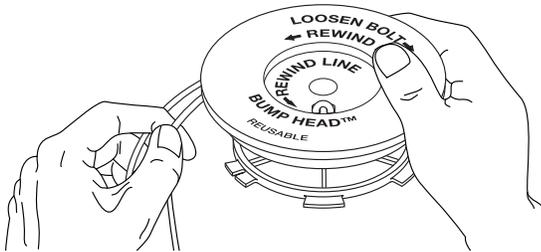

Fig. 31
7. Bobine las líneas en capas parejas y ajustadas sobre el carrete (Fig. 31). Bobine la línea en la dirección indicada en el carrete interior. Coloque su dedo índice entre las dos líneas para evitar que se superpongan. No superponga los extremos de la línea. Proceda al paso 11.